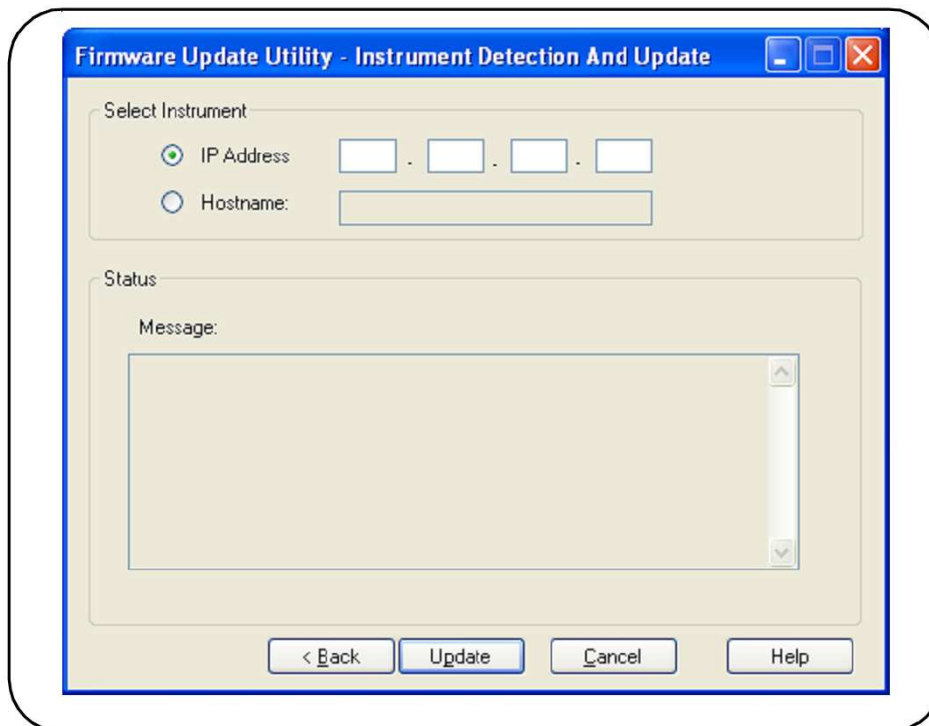

Рис. 2-11 Указание IP-адреса или имени хоста
3. Введите IP-адрес частотомера или номер хоста (рис. 2-11). Нажмите кнопку **Update**, чтобы запустить процедуру обновления.